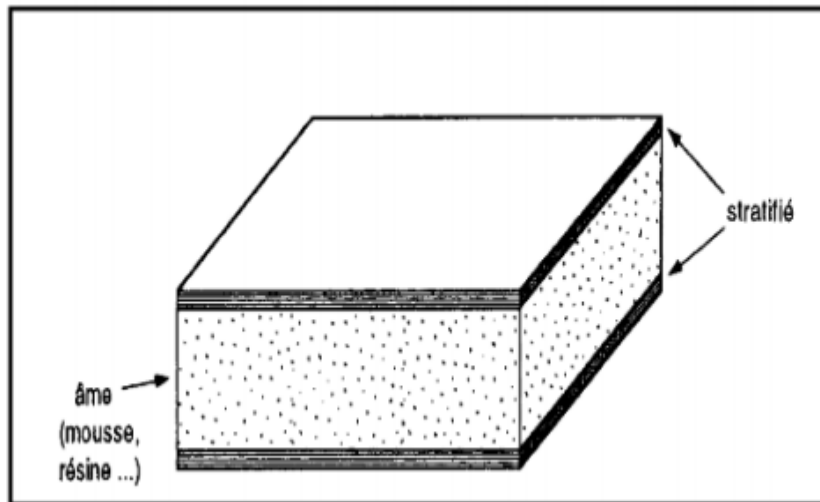

Figure 8: Structure sandwich.
**5.6.3. Sandwichs:** Matériaux composés de deux semelles (ou peaux) de grande rigidité et de faible épaisseur enveloppant une **âme** (ou cœur) de forte épaisseur et faible résistance. L'ensemble forme une structure d'une grande légèreté. Le matériau sandwich possède une grande rigidité en flexion et c'est un excellent isolant thermique (figure 8).